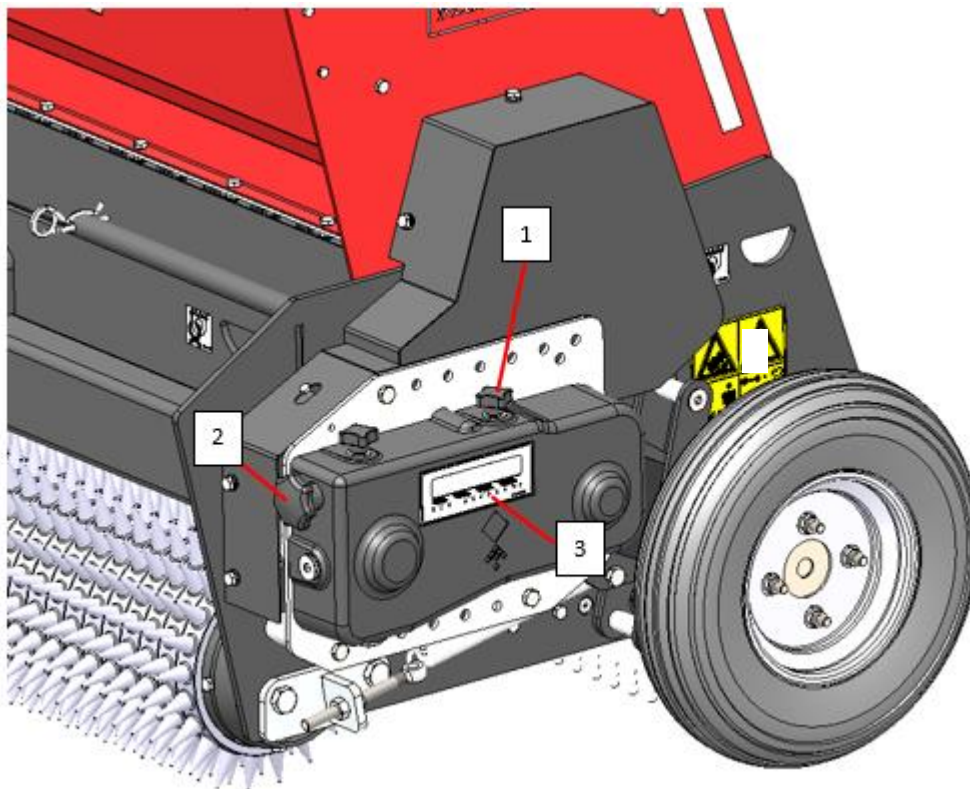

Figura 4
1. Allentare le manopole a stella (1) (vedere la Figura 4).
2. Ruotare la manopola a stella (2) per cambiare l'impostazione. L'impostazione può essere letta sull'adesivo (3).
3. Avvitare di nuovo le manopole a stella (1).